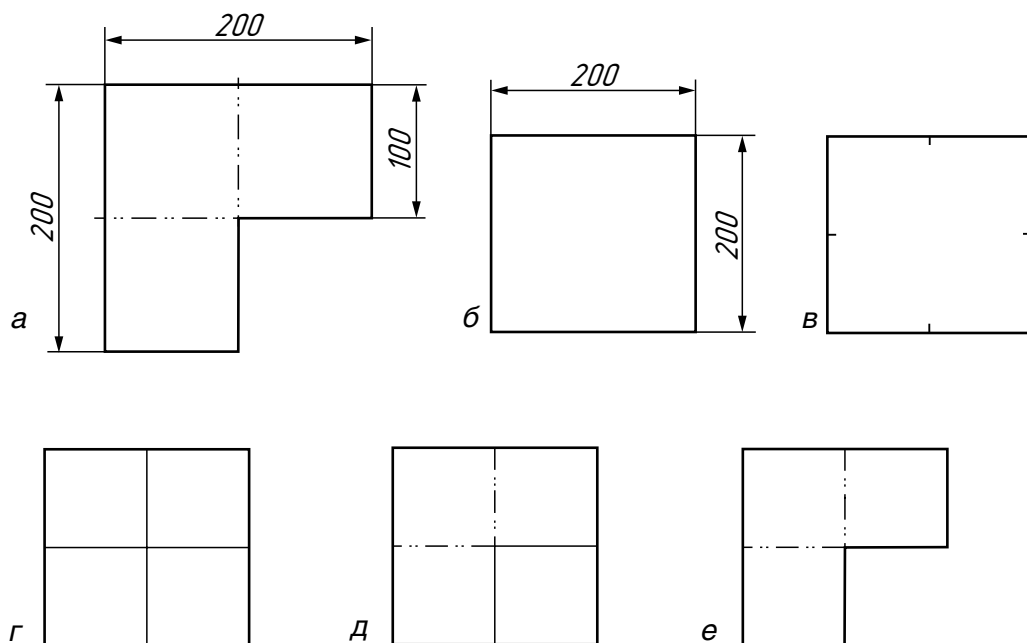

Рис. 39. Изготовление модели плоскостей проецирования
Эту модель вы можете сделать сами, используя рисунок 39.
У Найдите и покажите на чертеже развёртки модели плоскостей проецирования (см. рис. 39, а, с. 34): фронтальную, горизонтальную и профильную плоскости проецирования.
Пр Изготовление модели плоскостей проецирования с использованием её чертежа (см. рис. 39, а)
1. Построить квадрат 200×200 мм (см. рис. 39, б).
2. Разделить каждую сторону квадрата на 2 равные части по 100 мм (см. рис. 39, в).
3. Соединить чёрточки, разделить квадрат на 4 квадрата (см. рис. 39, г).
4. Выполнить рיצовку (надрезать линии сгибов) (см. рис. 39, д).
5. Вырезать развёртку (см. рис. 39, е).